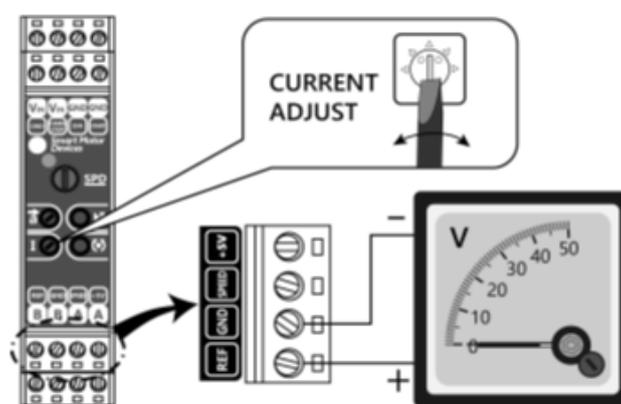

Fig. 3. Conexión de un voltímetro para ajustar el límite máximo de corriente del motor
- 8) Usando el potenciómetro «CURRENT ADJUST», ajuste la corriente máxima del motor. Ajuste el potenciómetro «CURRENT ADJUST» y controle el límite de corriente establecido mediante un voltímetro, conectado a los terminales «GND» y «V_{ref}» (fig.3). La limitación de la corriente del motor se puede calcular como: $I_{lim} = 0,1 + 4,9 \times (V_{REF} / 3,3)$